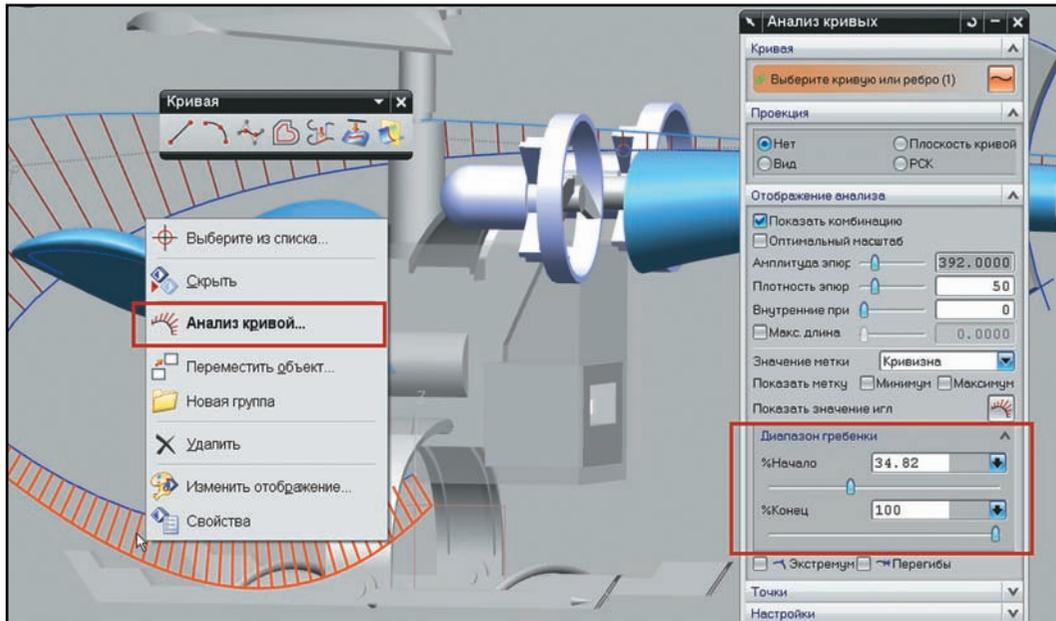

Рисунок 3.30 Модификация отображения анализа кривизны
- Оптимизируйте вид эпюры анализа кривизны. Для этого нажмите правую кнопку мыши на эпюре анализа и в контекстном меню выберите пункт **Анализ кривой (Curve Analysis)**. В появившемся диалоге в блоке **Отображения анализа (Comb Range)** с помощью ползунков отрегулируйте отображения эпюры на кривой (рис. 3.30).